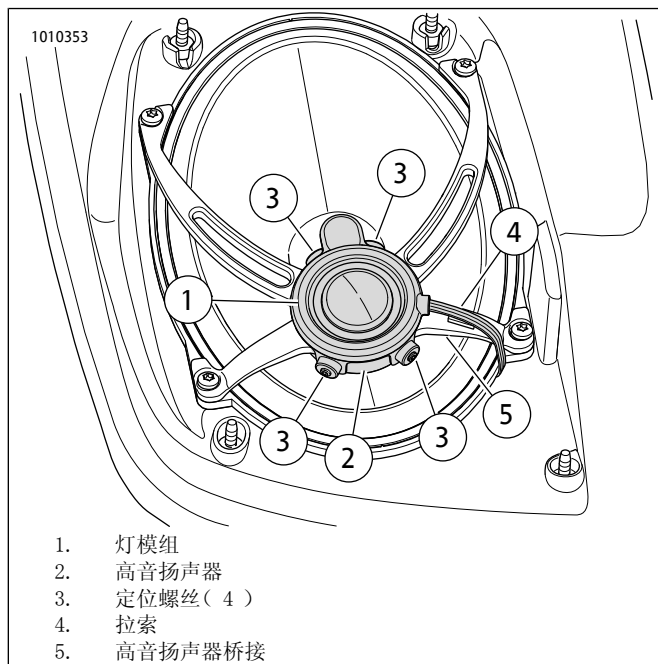

图23。安装扬声器
17. 参见图 23。按照图示定位高音扬声器(2)，朝向边箱前部。检查确认了晴橡胶处在分开的电线区域与边箱外壳之间。这样可封装线路并将扬声器纸盆密封至边箱外壳，防止进水。将扬声器连接至线束，使用之前拆下的螺丝固定扬声器。交替拧紧螺丝至：